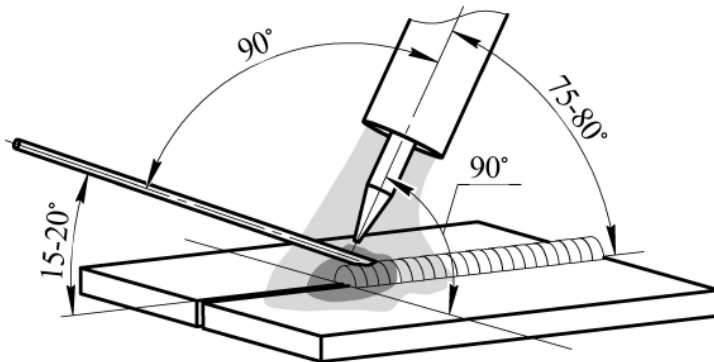

Рис. 8.3. Угол наклона горелки.
Сварку обычно выполняют справа налево. При сварке без присадочного материала электрод располагают перпендикулярно к поверхности свариваемого металла, а с присадочным материалом – под углом. Присадочный пруток перемещают впереди горелки (см. рис. 8.3).
**При аргодуговой сварке также следует не забывать про противоположный угол наклона горелки (см. рис. 8.3) – это влияет на формирование сварочного шва. Старайтесь держать горелку под углом 90° (по отношению к линии шва).**